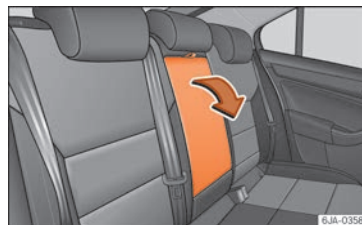

Fig. 145 Asientos traseros: apoyabrazos.
- Para mayor comodidad puede abatir el apoyabrazos hacia abajo utilizando el asa » **fig. 145**.